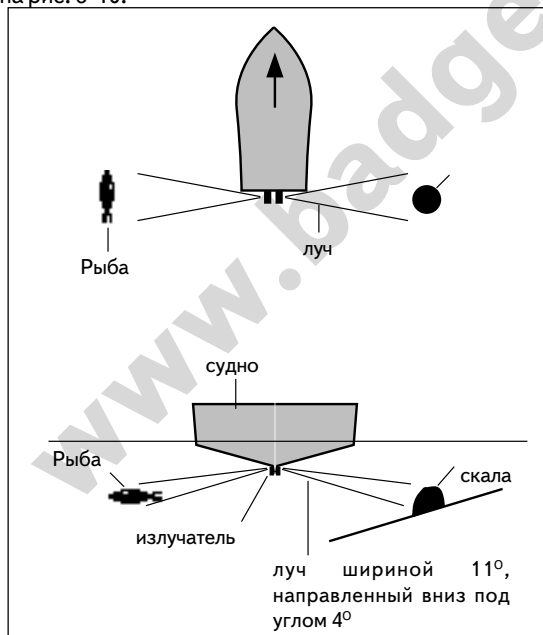

Рис. 3-10
Страница Бокового обзора “Sidelooker”, как и основная страница Эхолота, рисует условные картиннки или символы. По мере получения новой информации от зондирующих лучей. Изображение сдвигается от верхнего обреза экрана к нижнему обрезу. Экран разделен по середине вертикальной линией, изображающей направление движения судна. Поскольку излучатель “Sidelooker” посылает 2 зондирующих боковых луча, каждая из половин экрана будет изображать данные, полученные от отдельного бокового луча, как это показано на рис. 3-10.
Максимальное расстояние, на котором эхолот будет способен улавливать информацию. Помните, что угол наклона посылаемого луча очень мал, поэтому на самом деле измеряется дальность распространения луча, а не его **проекция**. Пояснения видны из рис. 3-10. Единицы измерения расстояния выбираются из меню Системных Настроек (System Setup) для измерения глубины. Если выбраны футы (Ft) или фатомы (Fa), то и дальность будет обозначаться в футах. Если выбраны метры (M), то и все измерения расстояния будут в метрах.
Появление символа рыбы означает, что эхолот обнаружил рыбу. В общем случае, чем больше рыба, тем больше символ на экране. Цифра, появляющаяся около символа рыбы, показывает расстояние до неё. Напоминаем, что расстояние до рыбы указывается по длине луча, а не по боковой **проекции** этого луча, как это показано на рис. 3-10. Единицы измерения расстояния выбираются из меню Системных Настроек (System Setup) для измерения глубины. Если выбраны футы (Ft) или фатомы (Fa), то и дальность будет обозначаться в футах. Если выбраны метры (M), то и все измерения расстояния будут в метрах.